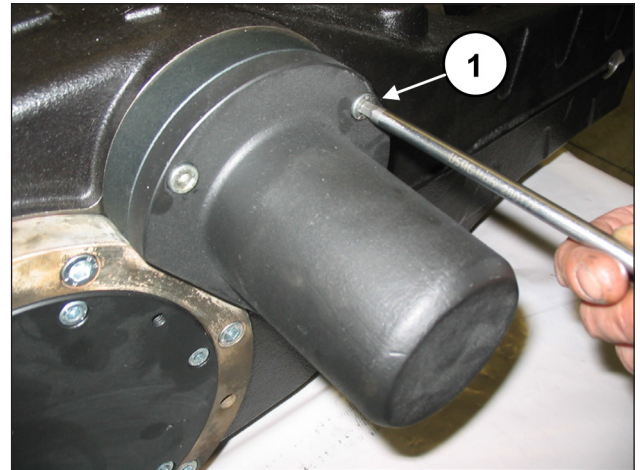

Abb. 9
Lösen Sie die Befestigungsschrauben des Wellenendendeckels (Pos. ①, Abb. 9) und ziehen Sie den Deckel von der Zapfwelle ab.